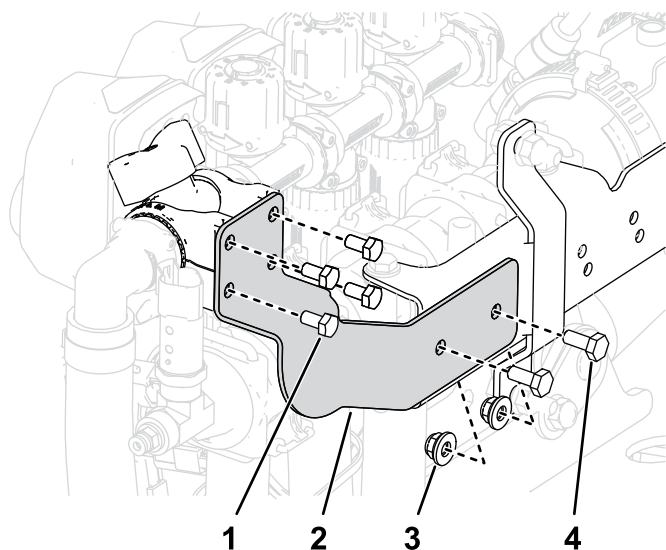

Figure 24
1. Déposez la patte de fixation et la vanne de commande existantes (Figure 24).